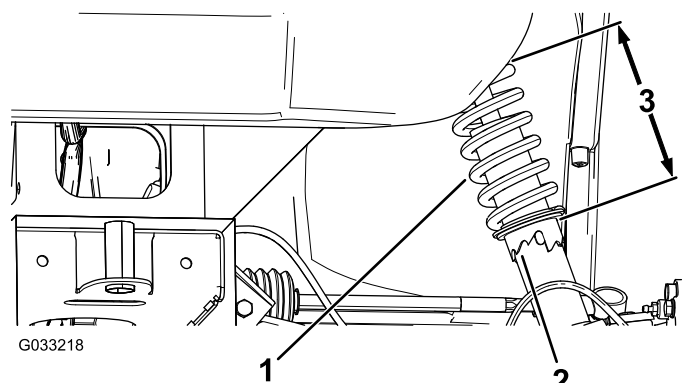

Figure 46
1. À l'aide de l'outil Toro réf. 132-5069, tournez la bague sur l'amortisseur pour changer la longueur du ressort (Figure 46).